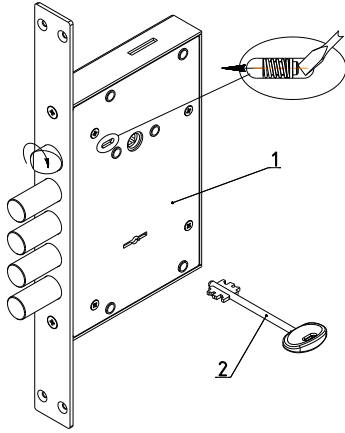

Рис.1
Комплектность замка приведена в таблице и показана на рис. 1.
4.1. Внешний вид и установочные размеры замка показаны на рис.1, 2.
5.2. Установить при необходимости защёлку в соответствующее положение для правой или левой двери путем ее выдвижения из корпуса отверткой через паз в крышке замка и разворота на 180° вокруг своей оси (см. рис.1).